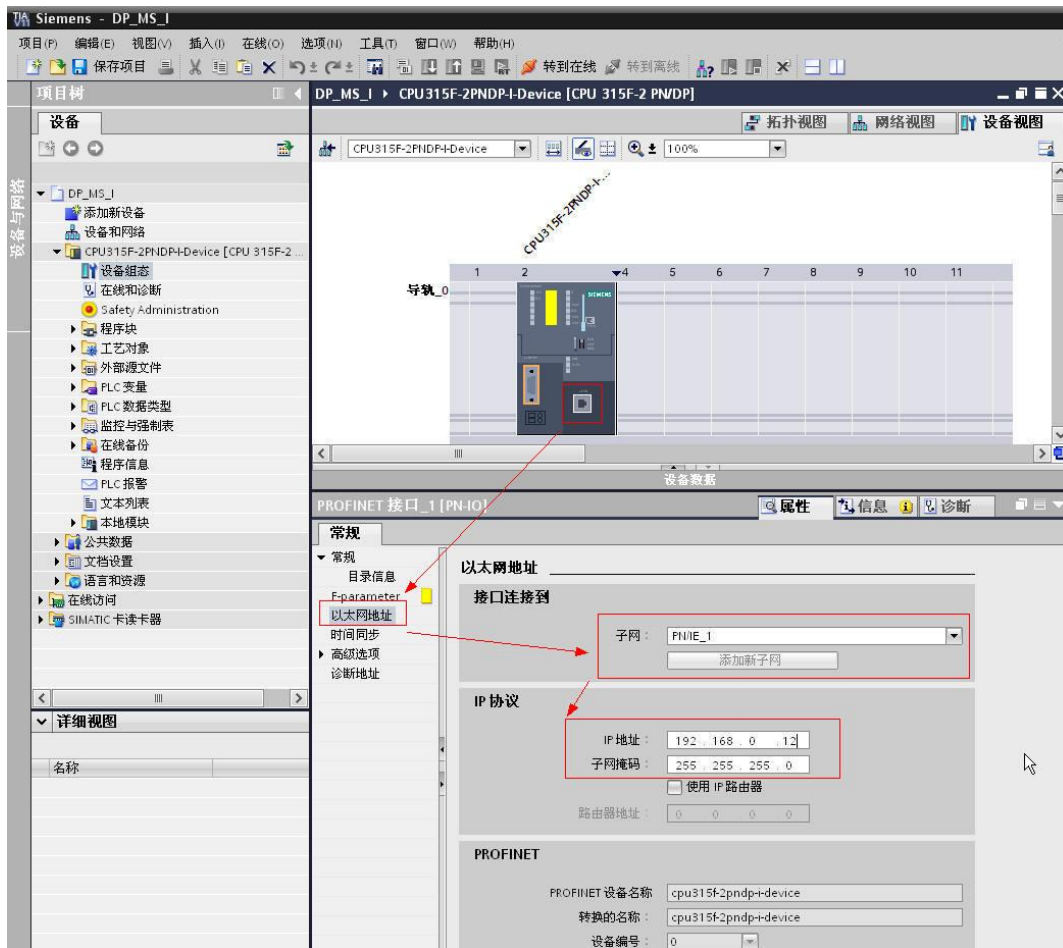

图 2-3 设置 IP 地址及网络
3) 设置 IP 地址及工业以太网网络(通过以太网编程下载), 如图 2-3